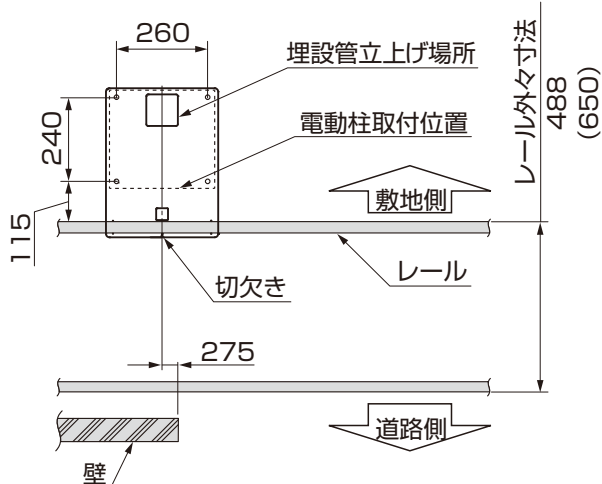
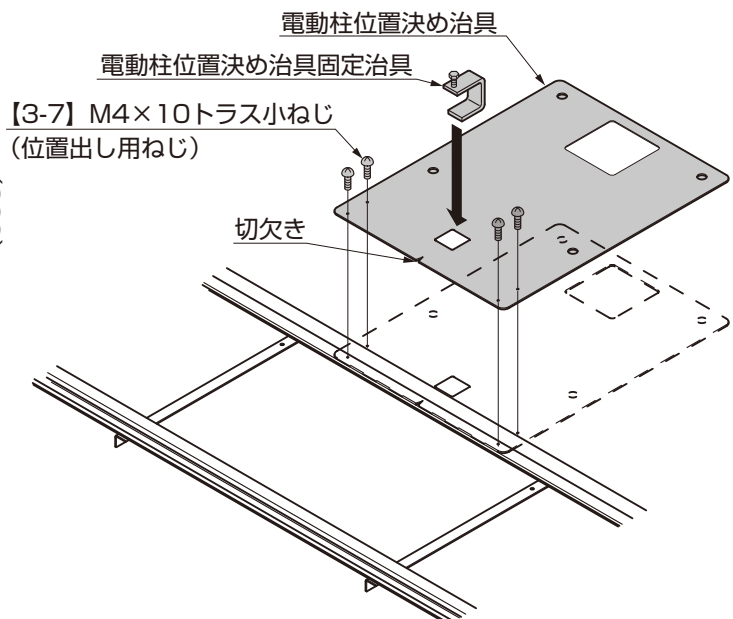
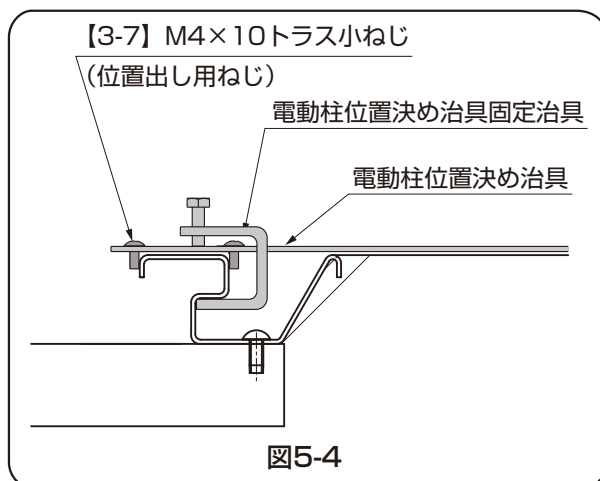
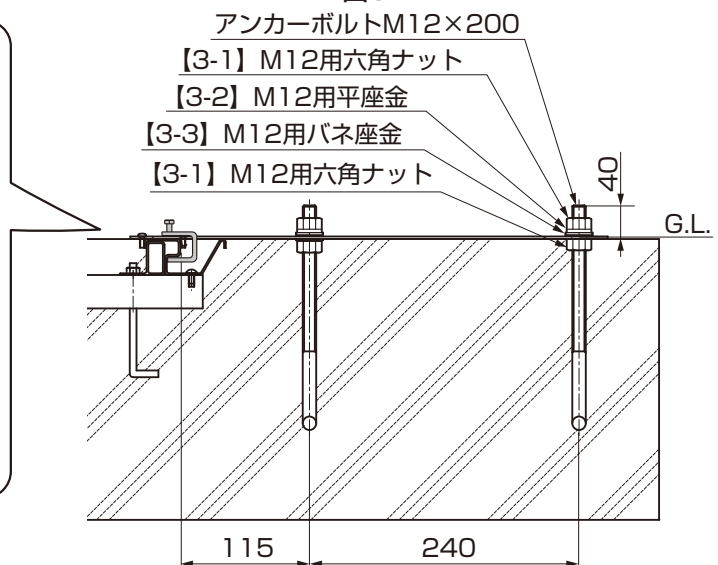

図5-1
図5-2
図5-4
図5-3
- ①電動柱位置決め治具の切欠きを寸法値に合わせて、位置出し用ねじ【3-7】でレールを挟み込むように設置してください。(図5-1、図5-2、図5-4参照)
- ②電動柱位置決め治具固定治具で電動柱位置決め治具を固定してください。(図5-2、図5-3、図5-4参照)
- ③アンカーボルトM12×200のボルト先端が電動柱位置決め治具から40mm出るように取付けてください。(図5-3参照)
- ④位置出し用ねじ【3-7】を取外してください。